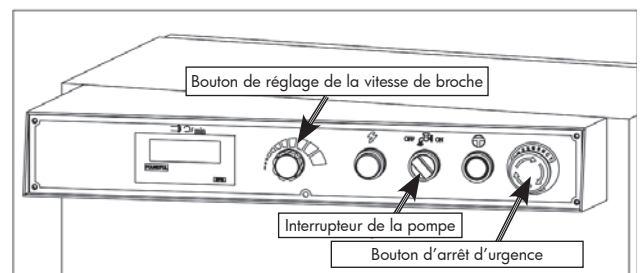

Fig. 15 Panneau de commande
5. Tournez le bouton de réglage de vitesse de la broche (figure 15) sur la vitesse minimale, et assurez-vous que le chariot transversal est rétracté, pour éviter la possibilité d'un démarrage rapide.